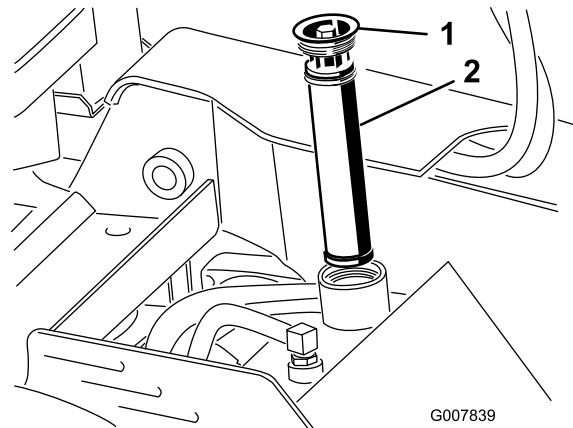

Figura 55
5. Retire y deseche el filtro usado (Figura 55).
6. Instale el filtro hidráulico nuevo y el tapón de llenado (Figura 55) y apriete el perno superior a 13–15.5 Nm (110–140 pulgadas-libra).
6. Retire el tapón de llenado del depósito hidráulico y el filtro (Figura 55).
12. Instale el filtro hidráulico y el tapón de llenado (Figura 55) y apriete el perno superior a 13–15.5 Nm (110–140 pulgadas-libra).